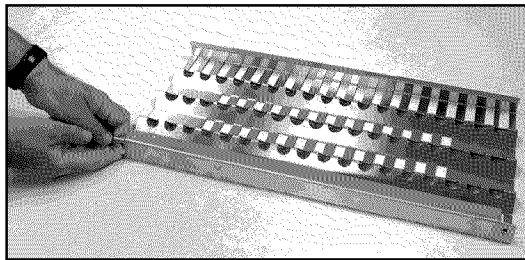

FIG. 22
2. Déverrouillez le couvercle du radiant en le poussant de deux doigts (Fig. 22).
- a) Déverrouillez le couvercle du radiant en le poussant de deux doigts (Fig. 22) ou en utilisant une pince.